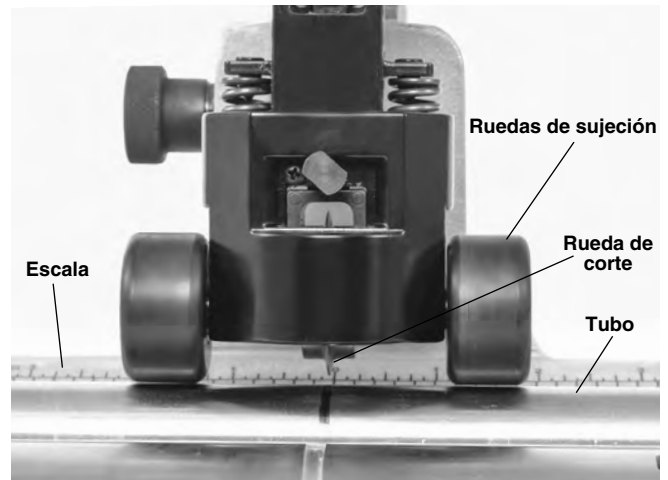

Figura 9 – Contacto entre las ruedas de sujeción y el tubo
5. Haga avanzar el sistema de alimentación rápida hasta que las ruedas de sujeción estén en contacto con el tubo (*Figura 9*). Desplace el tubo hasta que la marca de corte coincida con la rueda de corte. Apriete el tornillo de alimentación para que la rueda de corte entre en contacto con el tubo. Una vez que la rueda de corte toque el tubo, haga girar el tornillo de alimentación una vuelta o una vuelta y media más para que el tubo quede agarrado. El tornillo de alimentación no debe avanzarse demasiado, ya que podría ovalar el tubo y aumentar la formación de rebabas.